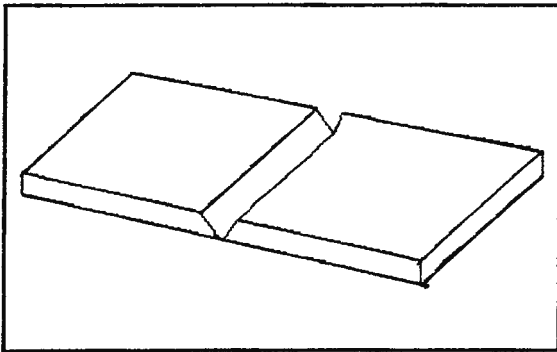

Fig. 3.18 Unión con V sencilla
- 2) Para metales con espesores entre 0.64 y 1.93 cm (1/4 y 3/4 pulg.) se forma una V sencilla (fig. 3.18)